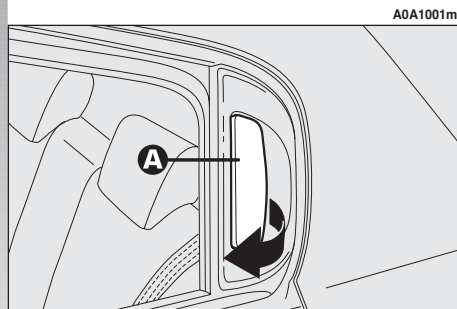

fig. 10
– Pour ouvrir la porte, déclencher la condamnation centralisée et tirer le levier d'ouverture (**A-fig. 10**).